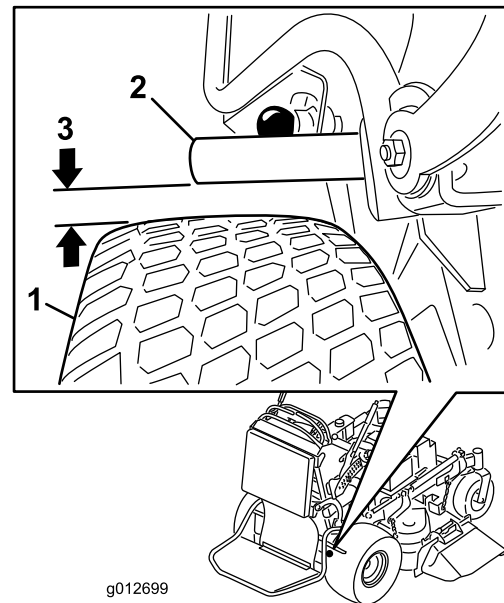

Figura 61
4. Con il freno rilasciato, misurate la distanza tra la barra del freno e il pneumatico. La distanza deve essere compresa tra 5 e 8 mm (Figura 61). Quando occorre eseguire una regolazione, consultate il capitolo Regolazione del freno di stazionamento.
5. Regolate la forcella. La distanza tra la barra del freno e il pneumatico deve essere compresa tra 5 e 8 mm. Per serrare il freno, ruotate verso l'alto la forcella. Per allentare il freno, ruotate verso il basso la forcella (Figura 61).